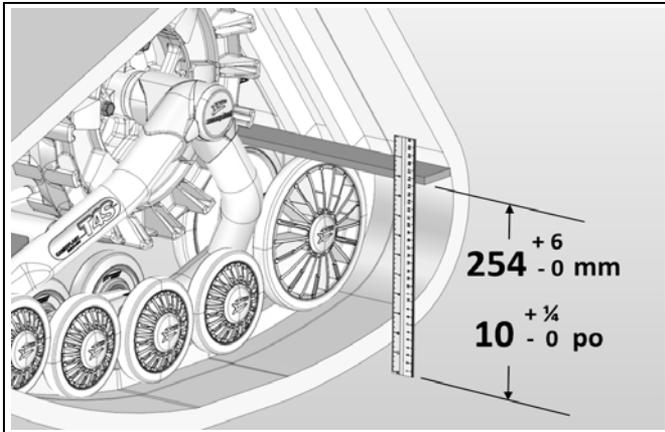

Figure 4
- Positionner une barre plate sur le dessus des deux roues arrière du système de traction et mesurer ensuite la hauteur au sol à l'aide d'une règle comme montré à la Figure 4.